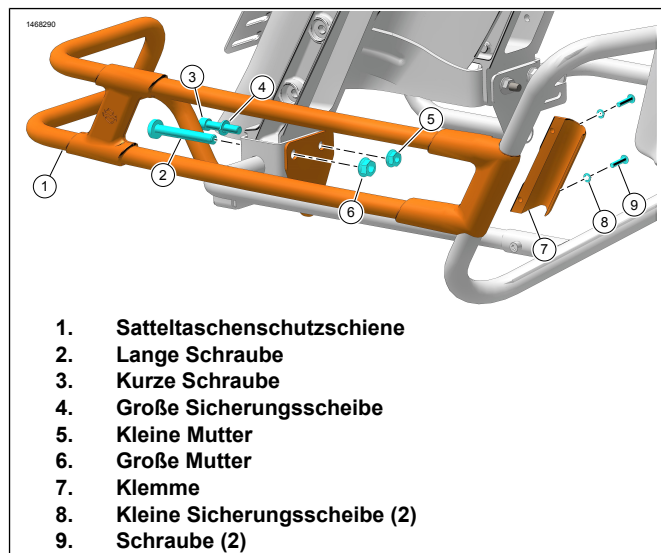

Abbildung 4. Satteltaschenschutzschiene
1. Siehe Abbildung 4. Den Seitenkoffer-Schutzbügel jeweils an einer Seite anbringen:
- b. Die Satteltaschenschutzschiene (1) mit kurzer Schraube (3), großer Sicherungsscheibe (4) und Mutter (5) befestigen. Befestigungsteile locker lassen.
- c. Originale (OE) lange Schraube (2) und Mutter (6) anbringen. Befestigungsteile locker lassen.
2. Siehe Abbildung 4. Die vordere Schutzschiene an der Satteltaschenhalterung anbringen.
- a. Die Vorderseite der Satteltaschenschutzschiene (1) auf der Halterungsbaugruppe positionieren.
- b. Mit Schelle (7), kleinen Sicherungsscheiben (8) und Schrauben (9) befestigen.
- c. Bei den Kits 90201902/90201903 die vorderen Schellenschrauben (9) festziehen.